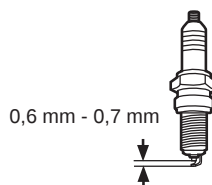

Fig. 31
- > Vérifiez l'écartement de la bougie. Il doit être de 0,6 - 0,7 mm (Fig. 31).